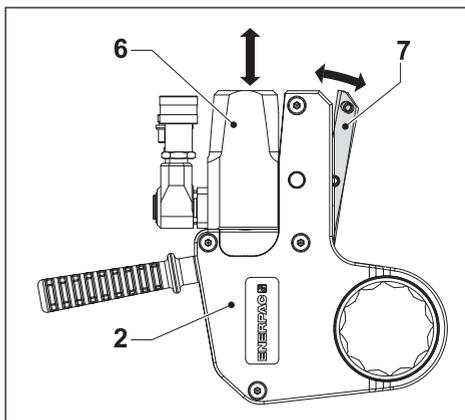

Fig. 4
3.3.1 Para sacar el cassette (Fig. 4 y 5)
3.3.2 Para montar el cassette (Fig. 4 y 5)
- Tire la palanca de desbloqueo (7) hacia fuera.
- Asegúrese de que el eslabón de retracción (11) quede alineado con la ranura (13) en la palanca de la matraca. Gire el vástago del pistón si fuera necesario.
- Introduzca la unidad de impulsión en el cassette y empuje el manguito (12) por el agujero en la placa de posicionamiento de la unidad de impulsión (14).
- Vuelva a introducir la palanca de desbloqueo (7) en el cassette (2). Asegúrese de que el retén esférico encaje en su posición. Compruebe si la palanca de desbloqueo del cassette está completamente cerrada.